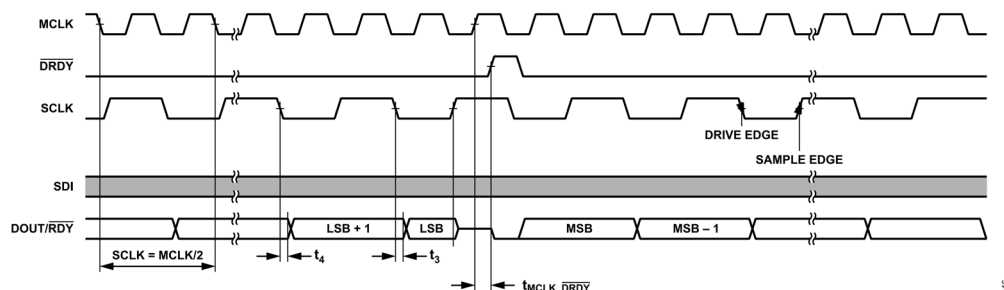

図 178. SPI 制御、連続リードバック・モードでの変換読出しのための推奨インターフェース
ADAQ7769-1 のインターフェースは柔軟で、様々な DSP と MCU の数多くの動作モードとデータ出力フォーマットに対応可能です。変換結果の読出しに関して最大限の性能を実現する推奨インターフェース設定を図 178に示します。この推奨設定は、同期された SCLK と MCLK の関係を使用します。
推奨インターフェース動作を図 178 に示します。データ・リードバックは $\overline{\text{DRDY}}$ 周期全体にわたって行われ、LSB は、次の変換のために $\overline{\text{DRDY}}$ がハイになるまでそのまま残ります。
- 2. $\overline{\text{DRDY}}$ または $\overline{\text{RDY}}$ のタイミングに基づいて SCLK を生成します。MCLK 立下がりエッジで $\overline{\text{DRDY}}$ 信号がハイに遷移するときには SCLK がハイになっており (図 178 を参照)、LSB を確実に正しく読み込むことができます。これは、DOUT/ $\overline{\text{RDY}}$ 出力が $\overline{\text{DRDY}}$ の立上がりエッジでリセットされることによります。ただし、SCLK の立上がりエッジはこの移行の前に発生します。
データのクロッキングは ODR の周期全体を使って行われるので、LSB 出力ごとに $\overline{\text{RDY}}$ 信号がフラグされることはなくなります。この信号は、ADAQ7769-1 が連続リードバック・モードにある場合、あるいは図 178 に示すように、ADAQ7769-1 が $\overline{\text{DRDY}}$ の前 $1 \times t_{\text{MCLK}}$ 以内に 32 個の SCLK をカウントしない場合だけフラグされます。